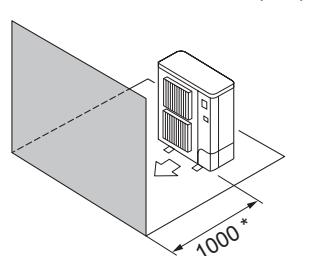

Fig. 2-10
- ④ Yanlızca öndeki engeller (Fig. 2-10)